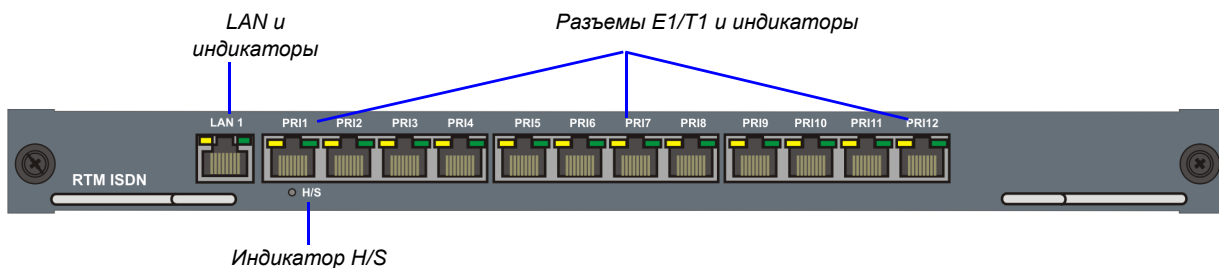

Рис. 1-3 Компоновка задней панели RMX 2000 RTM ISDN
- В любой из 12 разъемов можно подключить 7 линий E1 или 9 линий T1 PRI, как показано на Рис. 1-3.